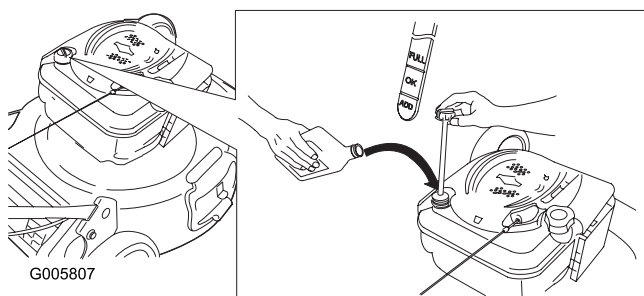

Bild 6
1. Ziehen Sie den Peilstab heraus (Bild 6).